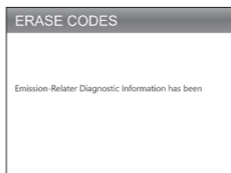

Figura 3.3.2
2. Dopo aver stabilito che tutte le riparazioni sono state completate, premere [OK] per cancellare o azzerare i dati diagnostici relativi alle emissioni. (Vedi Figura 3.3.2)